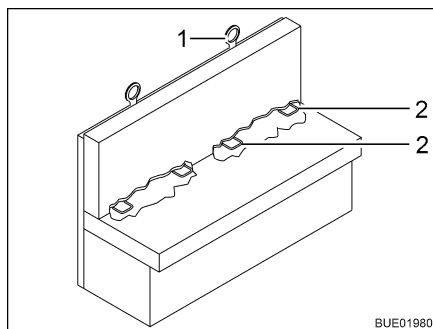

Bild 19 Isofix-barnsäkring
Om fordonet är utrustat med Isofix-barnsäkring, är sätena som är lämpade för den märkta med en Isofix-symbol. Dessa säten har ett handtag (Bild 19,2) och en annan förankringspunkt uppe på ryggstödet (Top Tether) (Bild 19,1). Använd för Isofix lämpade bilbarnskydd. Bilbarnskydden har låsarmar som hakas in i sätets handtag.
- Om det är möjligt skall barnstolen också fästas vid Top Tether (Bild 19,1).